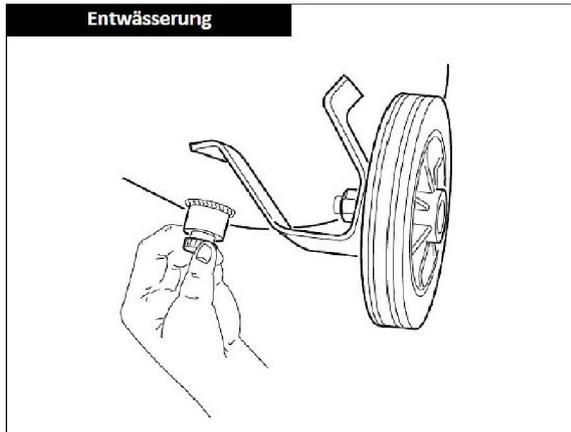

fig. 15: Drenaje
Paso 4: Vacíe el agua condensada a través de la apertura de la válvula que está situada bajo el contenedor (6, Fig. 7 y Fig. 15).